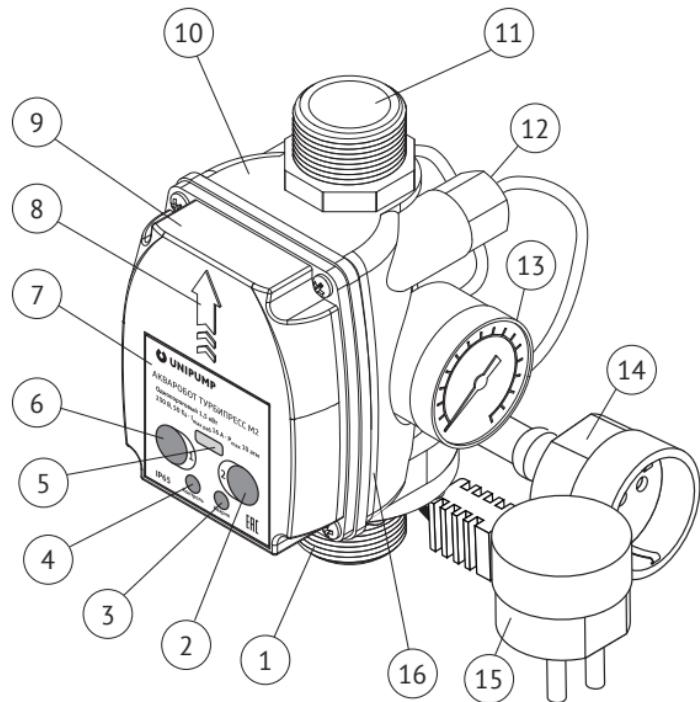
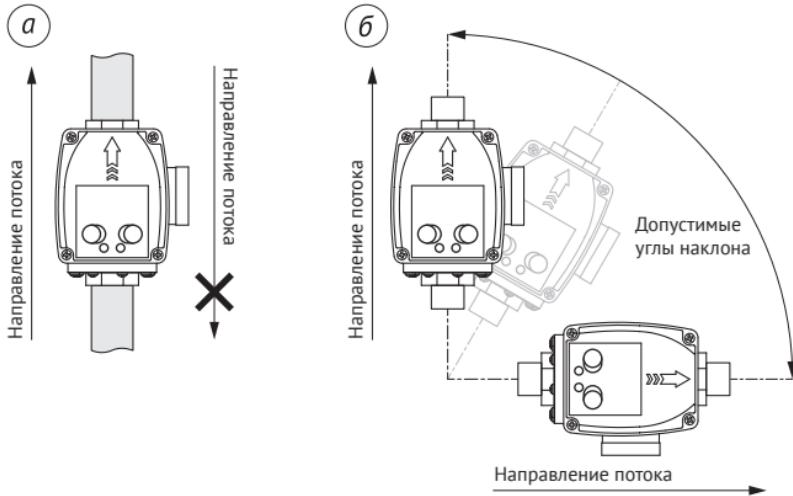

Рисунок 1 - Общее устройство Блока
Рисунок 2 - Способы установки Блока: а) относительно направления потока;
Направление стрелки на защитной крышке Блока (см. рисунок 1, поз. 8) должно соответствовать направлению потока жидкости в трубопроводе (см. рисунок 2а). Блок допускается устанавливать горизонтально, вертикально или под углом (см. рисунок 2б).
- открутите винты и снимите защитную крышку Блока (см. рисунок 1, поз. 9) вместе с уплотнительной резиновой прокладкой (см. рисунок 1, поз. 16);
- соедините земляные жилы (PE) кабеля насоса и сетевого кабеля с помощью соединительного изолирующего зажима (колпачок СИЗ) в соответствии со схемой на рисунке 4;
- после завершения электрического подключения, установите резиновую прокладку и защитную крышку на прежние места. Зафиксируйте крышку винтами. Затяните зажимные гайки на кабельных вводах (см. рисунок 1, поз. 12).